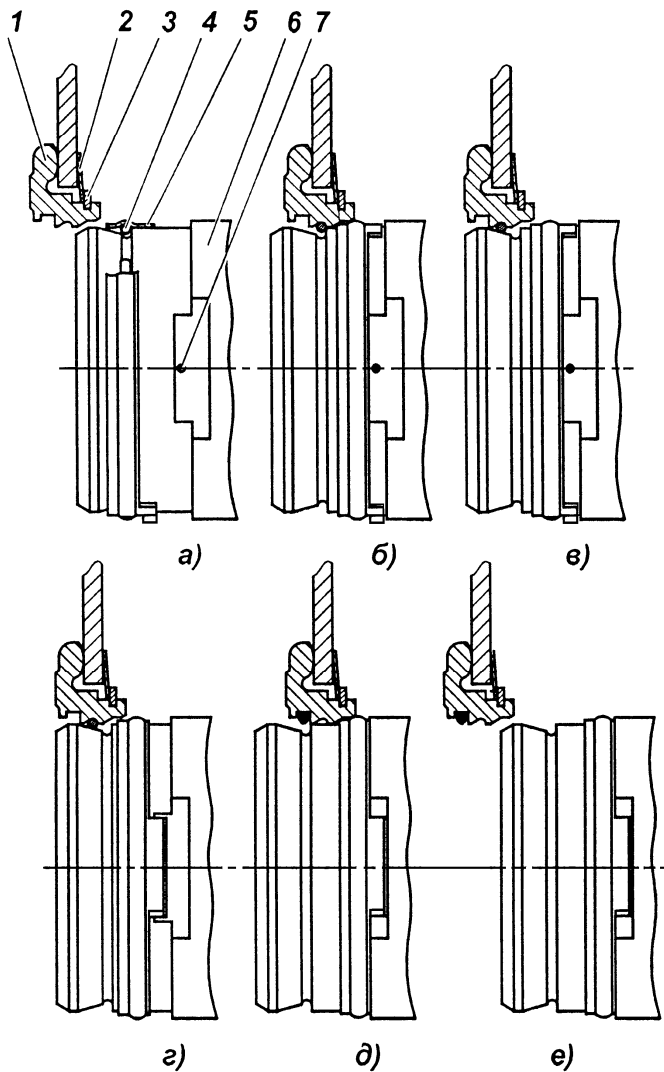

Рис. 94. Основные положения запорного устройства:
Конструкция запорного устройства механизма выключения сцепления требует выполнения особых правил установки коробки передач на двигатель. Основные положения запорного устройства показаны на рис. 94.
- 4 Переместить муфту выключения сцепления к упорному кольцу до упора, для чего с помощью технологического рычага повернуть вал вилки выключения сцепления против часовой стрелки. Пружинное кольцо при этом попадает в фасонную канавку упорного кольца (положение "б", рис. 94).
- 5 Поворачивая вал вилки выключения сцепления по часовой стрелке, переместить муфту в направлении от двигателя (положение "в" рис. 94).
- 5 Повернуть замковое кольцо 5 (рис. 94) относительно втулки 6 так, чтобы выступы кольца совпали с пазами втулки (положение "Г").